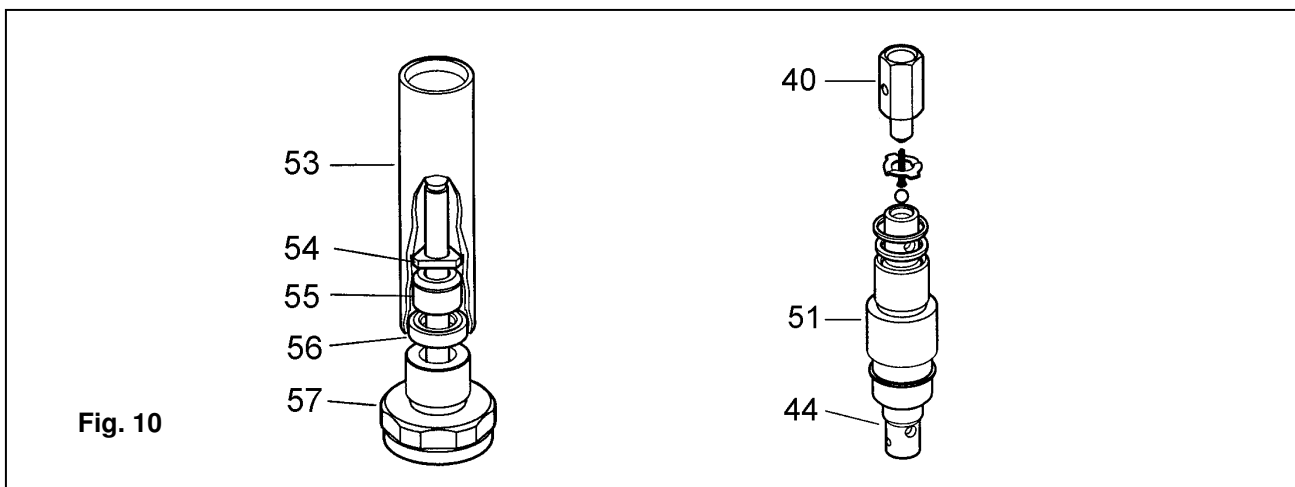

Fig. 10
2. Unscrew the foot valve tube (53) with the intake filter (57) from the high pressure cylinder (51). Attach the foot tube to the vice, unscrew the intake filter (57) and remove the foot valve seat (56), the foot valve assembly (55) and the valve washer (54) (Fig. 10).
3. Introduce a steel rod (\varnothing 4 mm recommended) through the lower grease passing hole in the high pressure piston (44) and unscrew it from the grease valve body (40).
2. Skruva bort bottenventilröret (53) med inloppsfilter (57) från högtryckscylindern (51). Sätt upp bottenventilröret i skruvstället, skruva loss inloppsfilter (57) och montera ur sätet (56), ventilsåtsen (55) och ventilbrickan (54) (Fig. 10).
3. För in en stålaxel (\varnothing 4 mm rekommenderas) genom det undre hålet i högtrycksaxeln (44) och skruva loss den från ventilkroppen (40).